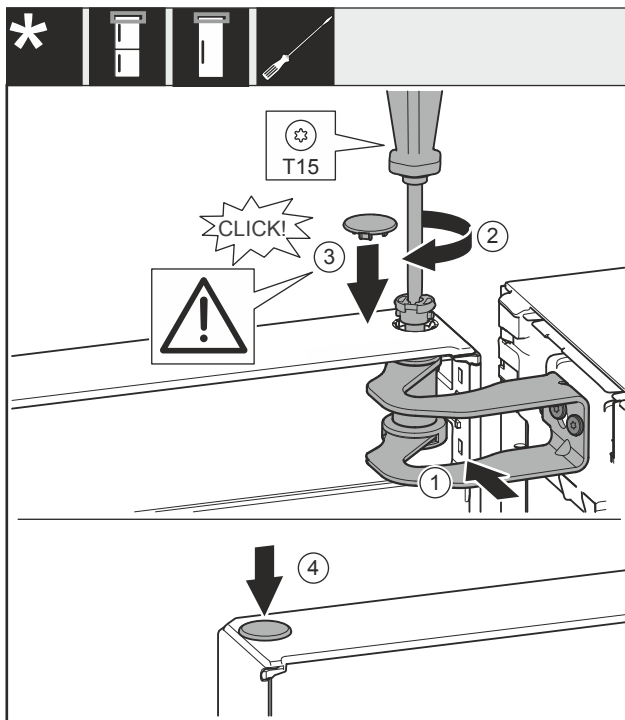

Fig. 59
- ▶ Igazítsa a csapágybak Fig. 59 (1) nyílásához az ajtót.
- ▶ Helyezze be a csapszeget Fig. 59 (2), és húzza meg csavarhúzóval.
- ▶ Helyezze be a fedelet Fig. 59 (3).
- ▶ Ellenőrizze, hogy a fedél Fig. 59 (3) felfekszik-e az ajtóra.
- ▶ Helyezze be a fedelet Fig. 59 (4).